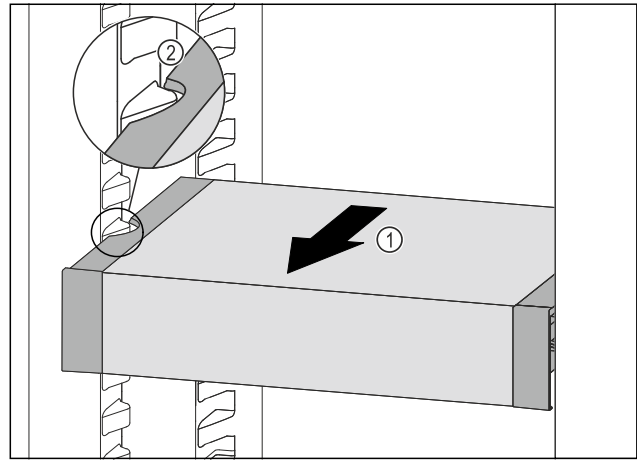

Fig. 96
- ▶ Tirer le VarioSafe vers l'avant Fig. 96 (1) jusqu'à ce que les encoches latérales du VarioSafe se trouvent au niveau de la nervure du bac dans la partie réfrigérateur. Fig. 96 (2)